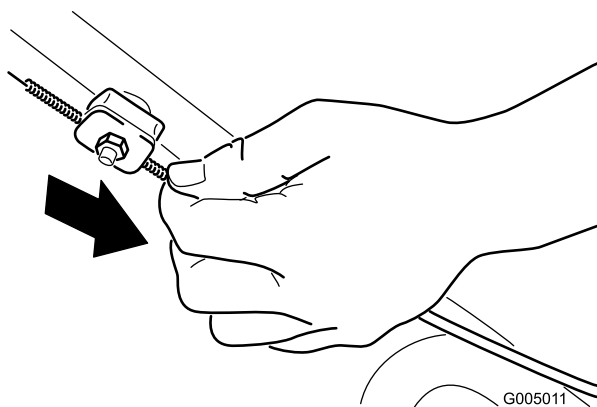

Bild 30
2. Ziehen Sie den Kabelmantel (zur Maschine), bis das Kabel stramm ist (Bild 30).